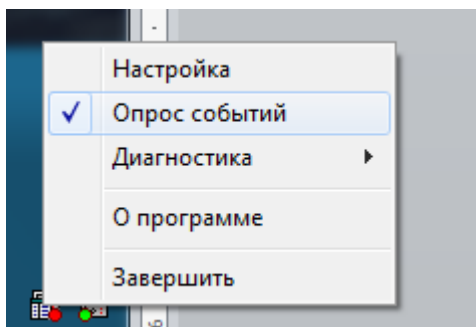

Рисунок 2.116
– запустить программу **Сервер архивирования данных** из пакета Foundation и загрузить необходимые события в базу данных путем выбора команды **Опрос событий** (рисунок 2.116);